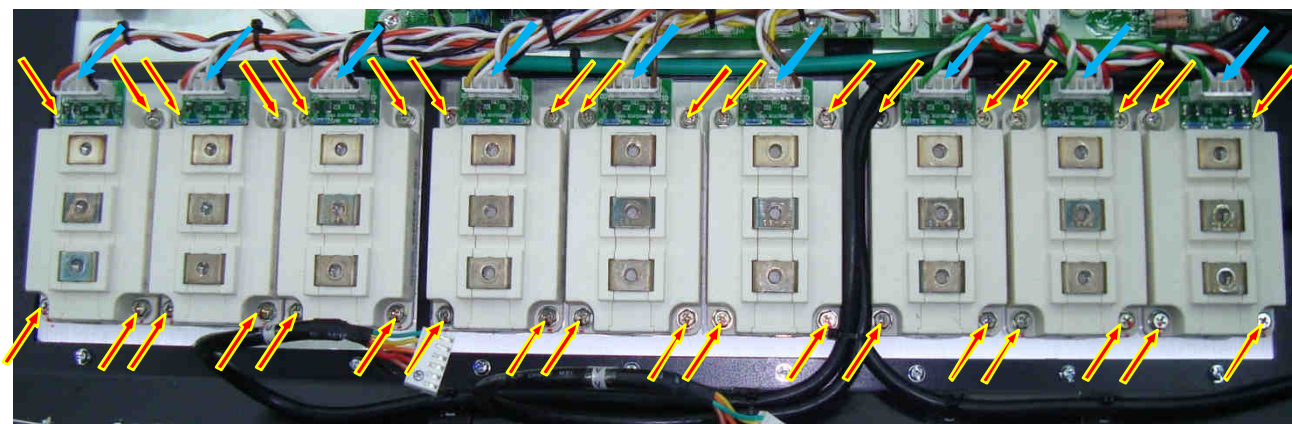

Рис. 6.34.
- 6.18.3. Отсоединить от выходных модулей IGBT разъемы жгутов управления (рис. 6.34, синие стрелки), выкрутить 36 винтов крепления модулей IGBT к радиатору (рис. 6.34, красные стрелки). Демонтировать модули IGBT. Демонтированные модули IGBT и винты положить в тару.